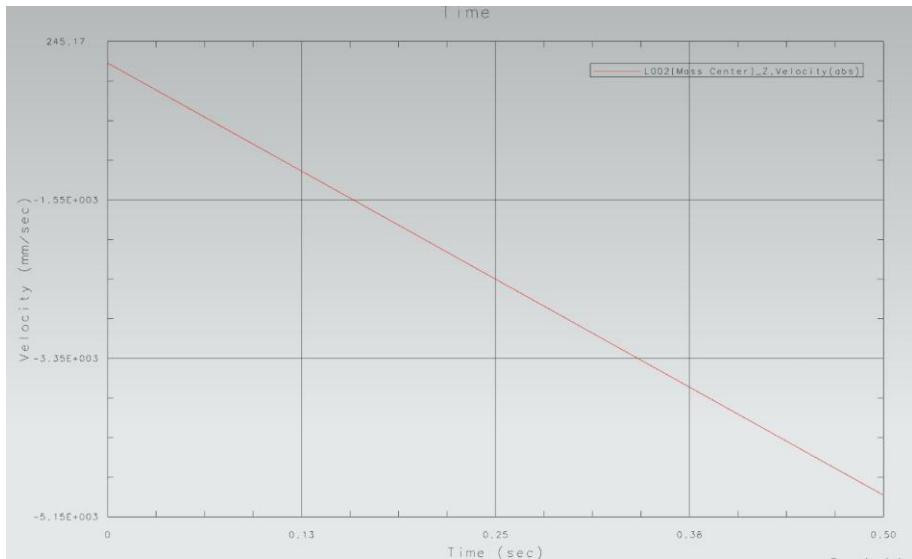
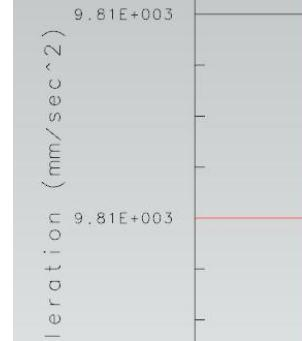

Рис.11
рис.12
- Аналогично можно построить график *скорости для центра тяжести* того же тела (рис.11). Скорость увеличивается, но в отрицательную сторону оси Z. Поэтому значения отрицательные. А на рис.12 показан фрагмент графика *ускорения*. Обратите внимание, что эта величина постоянная и равна постоянной гравитации.